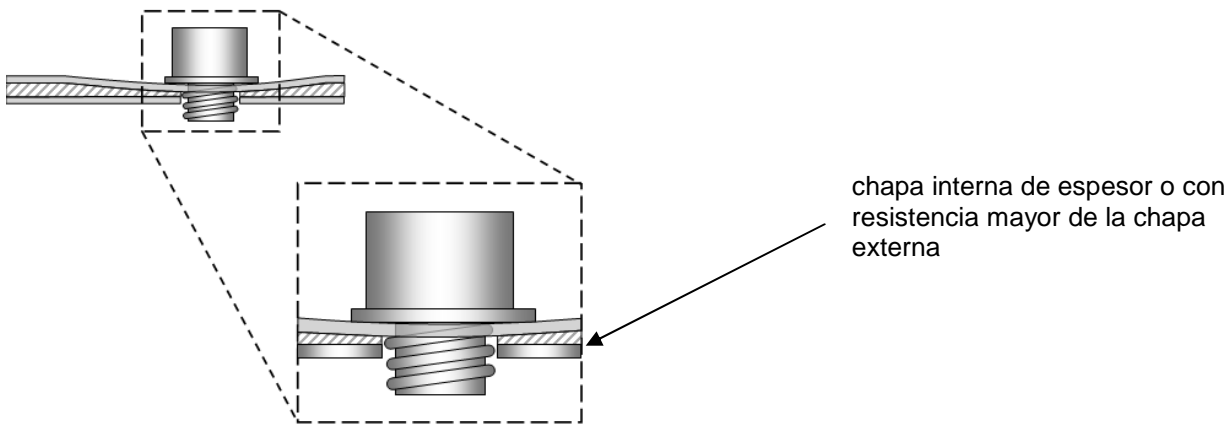
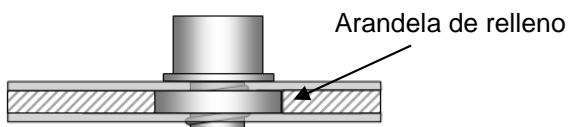
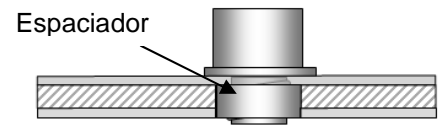

Fig. 12
Fig.13
Fig.14
Ademas, si en correspondencia de los agujeros existe una doble chapa interior con excesivo espacio, para evitar deformaciones que se manifiestan con el pliegue de la chapa exterior de la puerta (fig.12), en el caso que no sea posible posicionar el dispositivo en otra posicion (donde no haya doble chapa) y en el caso que no sea posible separar la chapa interior plegandola, se aconseja para la fijacion de los tornillos de utilizar una de las dos soluciones abajo representadas: (A) arandela de relleno (no incluida en el kit) aplicada desde el interior y posicionada entre las chapas (fig.13) o (B) espaciador (no incluido en el kit) aplicado externamente en un avellanado realizado sobre la chapa. El avellanado debe ser de un diametro que no exceda el espacio maximo del cuerpo del dispositivo para que el mismo pueda esconder el agujero avellanado (fig.14).